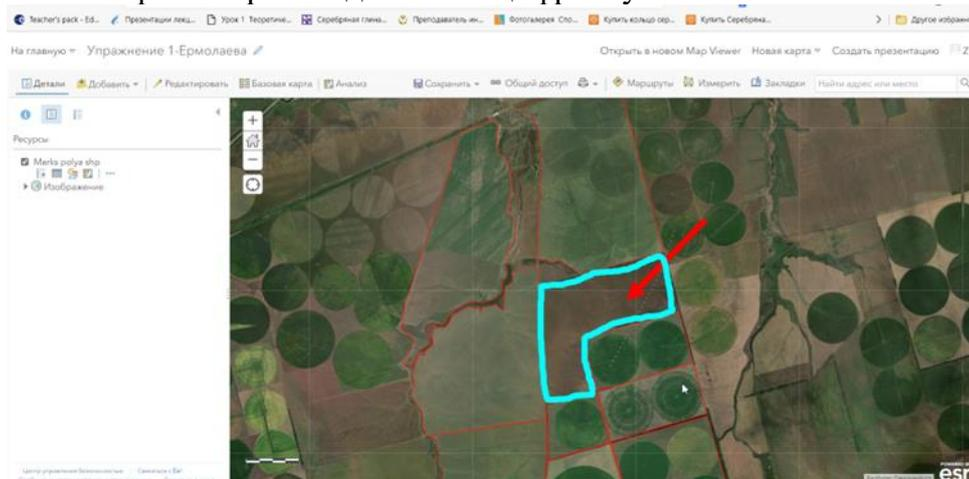

Рисунок 1. Объект, границы которого не оцифрованы
2. Войдите в геоинформационный сервис под Вашим логин-паролем. Откроется карта. Сохраните шаблон карты, используя инструмент «Сохранить как», введя название Упражнение 1_Фамилия, поставив в ее название Вашу Фамилию Упражнение 1 (рисунок 1).